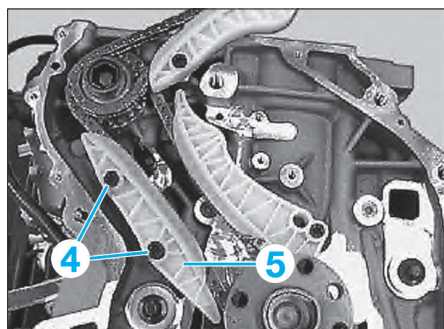

Fig. 18
- Positionner le patin de guidage (5) (Fig.18).